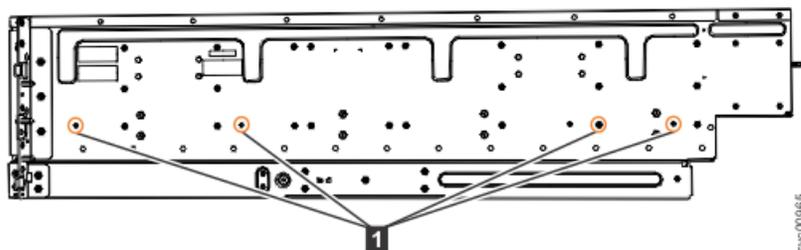

図 24. 内部レールをエンクロージャーに取り付けるねじの位置
4. 4 本の M4 ねじを使用して、内部レールをエンクロージャーの側面に取り付けます。48 ページの図 24 はねじの位置を示しています。